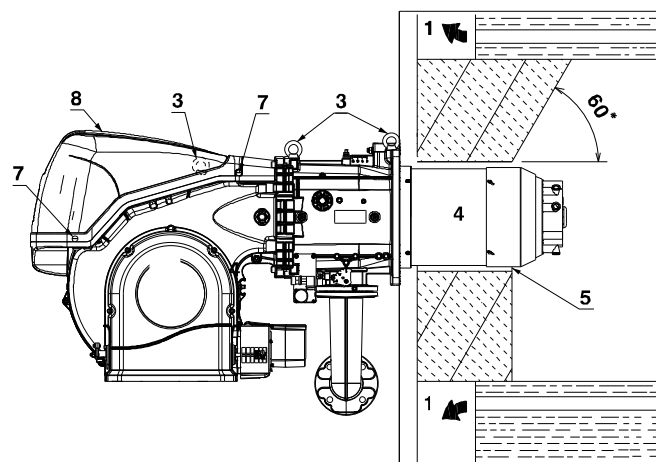

Abb. 15
Für Heizkessel mit vorderem Abgasumlauf 1)(Abb. 15) oder mit Flammenumkehrkammer muss eine Schutzschicht aus feuerfestem Material 5), zwischen feuerfestem Material des Kessels 2) und Flammrohr 4) ausgeführt werden.
Ein entsprechendes Hebesystem vorbereiten, dazu zuerst die Arretierschrauben 7) der Verkleidung 8) lösen und dann das System an den Ringen 3)(Abb. 15) einhaken.
- Den beige packten Hitzeschutz am Brennerrohr 4)(Abb. 15) einpassen.